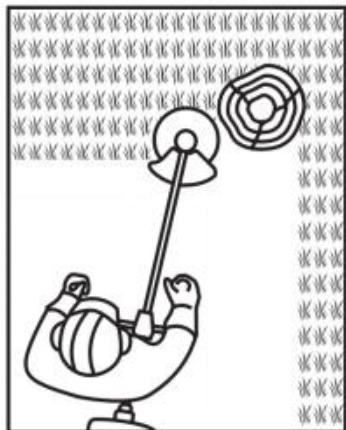

Fig. 48
2. Var särskilt uppmärksam när du utför arbetet nära träd och buskar. Skärhuvudet kan skada känslig bark och skada staketstolpar (fig. 48).